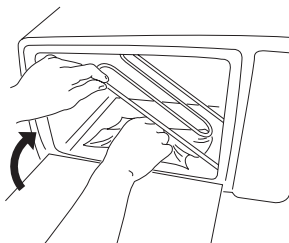

рис. 5
Для облегчения очистки внутренней части печи необходимо поднять нижнее сопротивление (L), потянув вверх в сторону правой стенки (см. рис. 5).